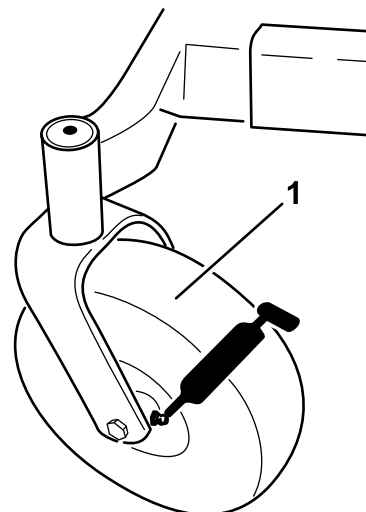

Figura 42
3. Limpie con un trapo los puntos de engrase (Figura 42) y (Figura 40). Asegúrese de raspar cualquier pintura que hubiera sobre los puntos de engrase.
4. Conecte una pistola de engrasar a cada punto de engrase (Figura 40 y Figura 42). Bombee grasa hasta que empiece a rezumar grasa de los cojinetes.